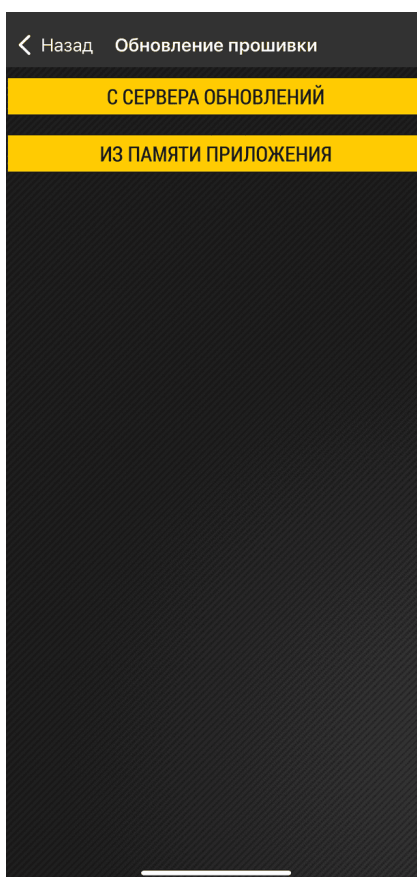

Рис.38. Меню «Обновление прошивки»
2. Откроется меню выбора источника установки прошивки (Рис.38). Выберите источник: